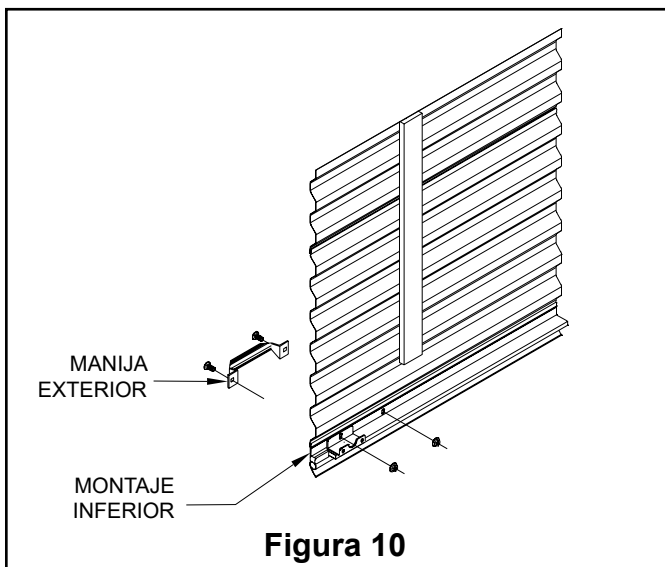

Figura 10
6.2 Adjunte una guarda al borde interior, inferior de cada lado de la puerta usando un (1) perno de cabeza redonda de 1/4" y una tuerca de reborde que se acaba de quitar. En puertas que tengan dos manijas, instale una de las manijas a medida que instala la guarda del lado izquierdo (véase la Figura 10).
8.2 Manija exterior: Adjunte la manija al borde exterior inferior de la puerta usando los dos (2) pernos de cabeza redonda de 1/4" y tuercas de reborde provistos (véase la Figura 10). Las puertas de 8' de ancho y más grandes tendrán dos manijas.